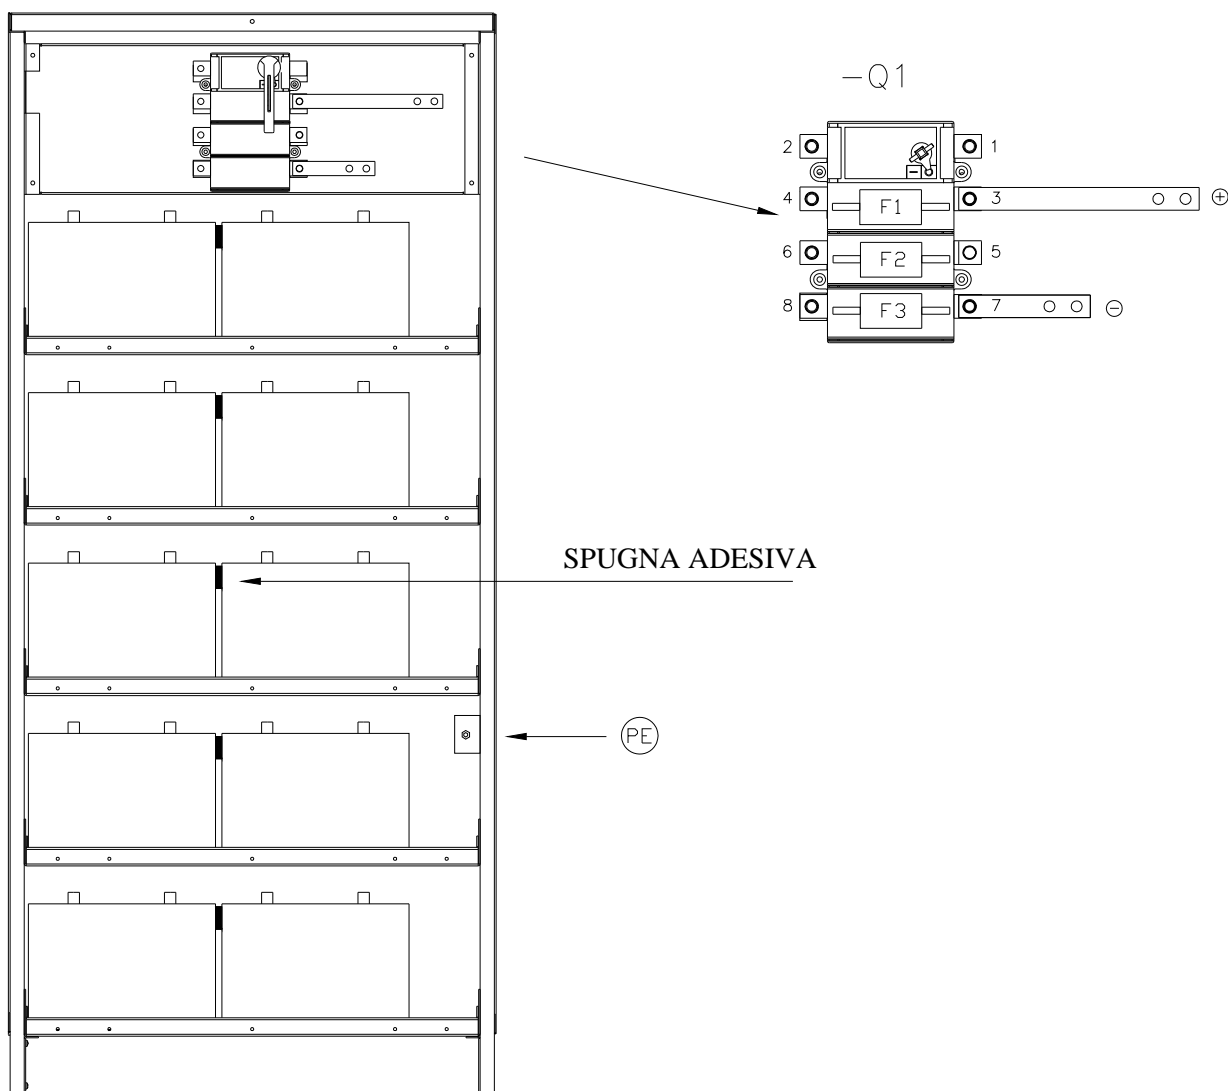

Fig. 4.
- Verificare la connessione del cavo di terra (PE).
- Tra i terminali 2 (-) e 4 (+) del sezionatore, Fig. 4, la tensione sia nel range 235 - 270Vdc.
- Tra i terminali 8 (-) e 6 (+) del sezionatore, Fig. 4, la tensione sia nel range 235 - 270Vdc.
Collegare i cavi (**non forniti**) dall'armadio batterie, vedi Fig. 4, ai terminali dell'UPS.
- Tra i terminali 6 e 4 del sezionatore, Fig. 4, la tensione sia nel range 235 - 270Vdc.
- Tra i terminali 6 e 8 del sezionatore, Fig. 4, la tensione sia nel range 153 - 176Vdc.